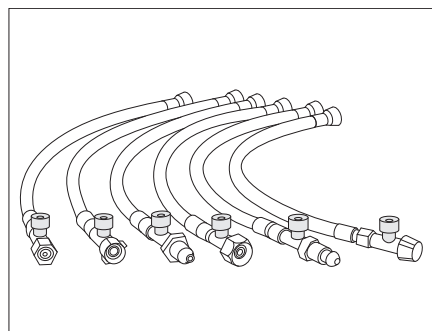

Bild 93 Högtrycksslangar med slangbrottsäkring (landsspecifika varianter)
- Aktivera: ■ Tryck hårt på den gröna knappen på högtrycksslangen (Bild 93).